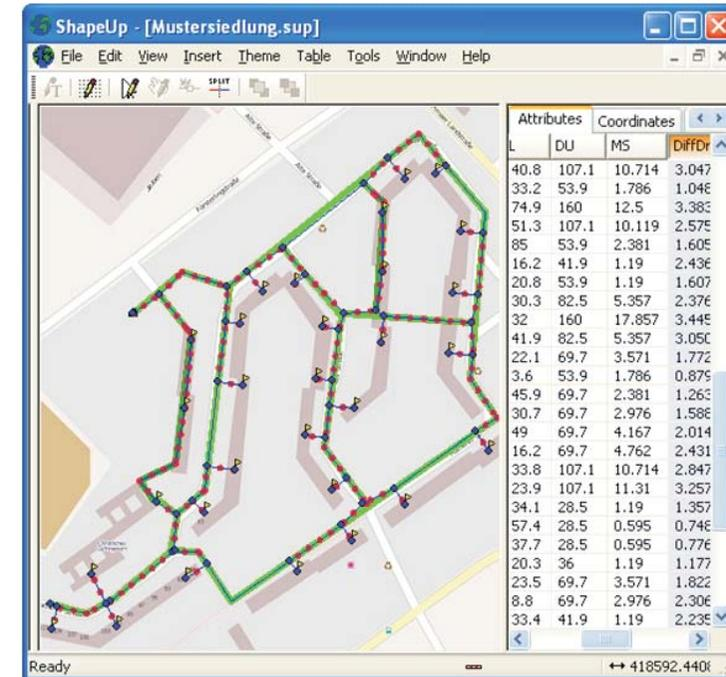

Bild 2 Erzeugte Netztopologie und Optimale Erschließungsvariante
Mit diesem Schritt können die vom Programm erzeugten Dateien in das GIS importiert werden: Die generierten Kanten (dünnen blauen Linien im Bild 2) und Knoten (blaue Punkte im Bild 2) ergänzen die eingegebene Netztopografie und können überprüft werden.
- Örtliche Darstellung und ggf. Bearbeitung der Ergebnisse mit dem GIS: Das Ergebnis kann im GIS visualisiert werden. Die rot gepunktete Trassen im linken Teil zeigen die ermittelte Trassierung, und im rechten Teil von Bild 2 ist ein Teil der Datenbank mit den ortsbezogenen Daten dargestellt: Trassenlänge L in m, der Durchmesser DU in mm, der Massestrom MS in kg/s und der Differenzdruck in bar.